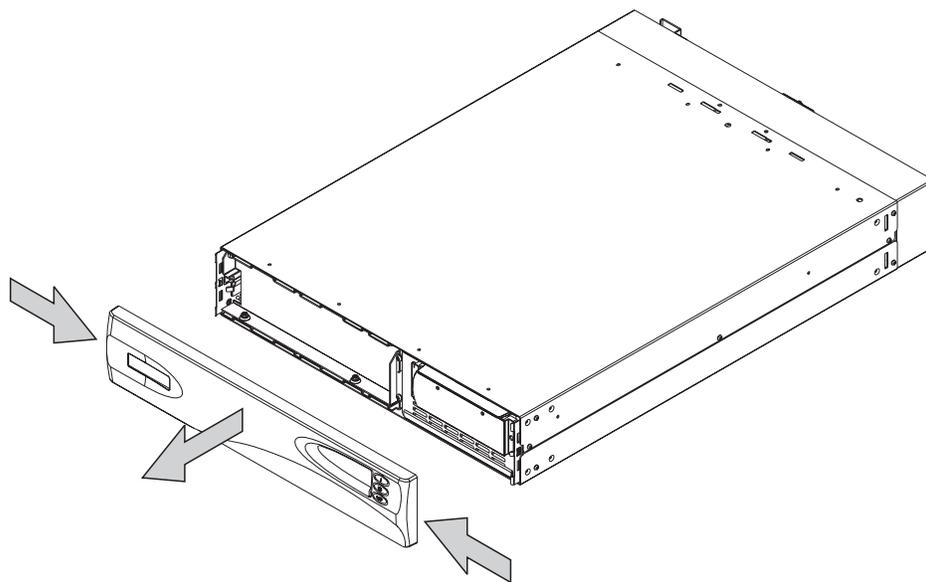

図 114. 無停電電源装置のフロント・パネルの取り外し
2. フロント・パネルの両側面を内側に押し、次に両端を引っ張って、フロント・パネルを取り外します (図 114)。